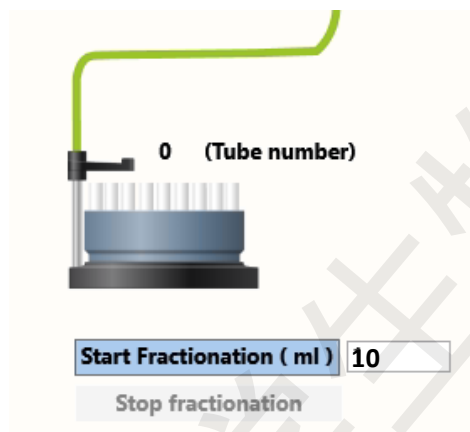
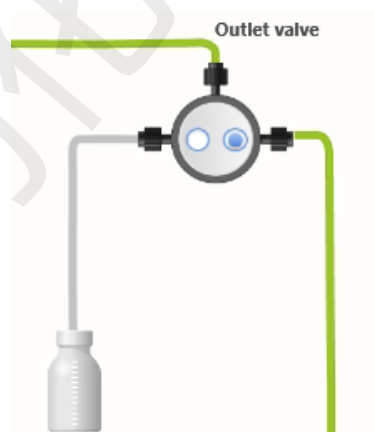

图 7 收集器
图 8 出口阀
号或 5 号位置开始摆放 1.5 mL 离心管 20 支。具体收集的样品体积与实际操作过程相关，可适当多摆放离心管。电脑操作界面的收集器处（图 7）可设置每管的收集体积，先设为 10 mL，在外圈收集 GFP 上样透过液。可在上样开始前 1-2 min，提前开始收集，即点击收集器下方的“Start Fractionation”。**收集器收集的第 1 管是延迟体积，小于 1 mL**，从第 2 管开始，按照每管 10 mL 收集，在软件的层析图谱上有相应的标识。收集器开启后，一直保持收集状态，根据 UV 曲线的图谱保留透过峰和洗脱样品。收集器自动运转，**严禁手动强制改变收集器底盘**。使用后的试管清洗干净并放回原处，未使用且保持干净的离心管也放回原处。
**注意：控制收集器必须通过图 7 所示的“Start”和“Stop”标识，不能使用图 8 所示的出口阀。出口阀只能控制溶液进入该侧导管，而收集器不会运转。**